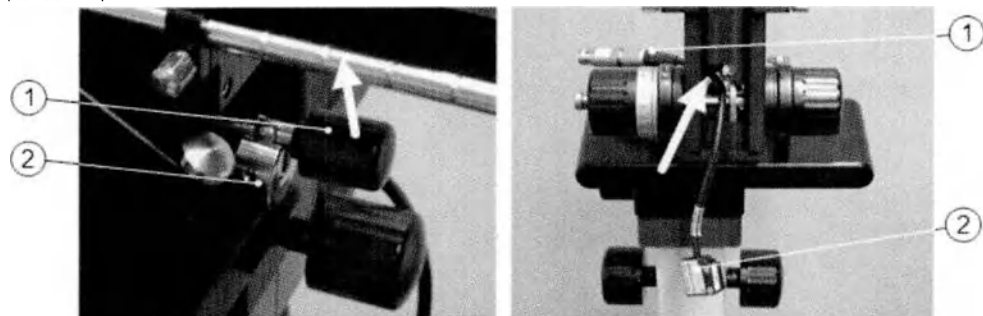

Рис. 6.4. Поднятие (слева); вставка датчика положения (справа)
- 5 Поднимите ручку вверх (рис. 6-4, слева, цифра 1), освободив ее из фиксатора (цифра 2).
- 6 Наклоните головку устройства пошагового перемещения (рис. 6-4, справа) и вставьте разъем датчика положения (цифра 1) в отверстие. Установите датчик положения (цифра 2).